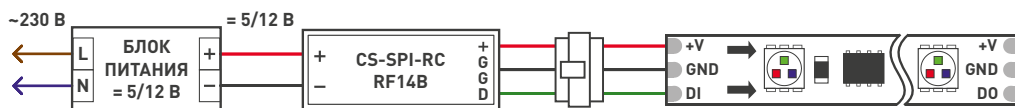
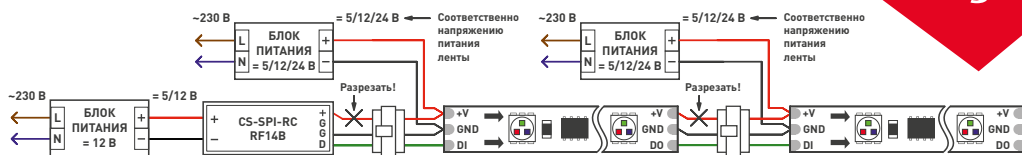

Рисунок 1. Подключение одной SPI-ленты с током потребления менее 2 А.
Рисунок 2. Подключение нескольких лент или лент с током потребления более 2 А.
- 3.2. Подключите контроллер в соответствии со схемами (см. рисунок 1 и рисунок 2), в зависимости от варианта использования и от количества и типа подключаемой ленты.
Если потребляемый ток подключаемой светодиодной ленты превышает 2 ампера, например, ленты с питанием 5 вольт, подавайте питание на ленту непосредственно с выхода источника питания (см. рисунок 2). Напряжение на выходах блоков питания должно соответствовать рабочим напряжениям контроллера и лент.